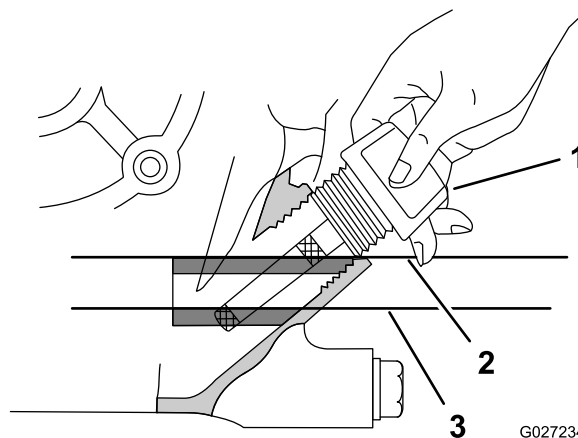

Figure 62
- Insérez la jauge dans le moteur, comme montré à la Figure 62.